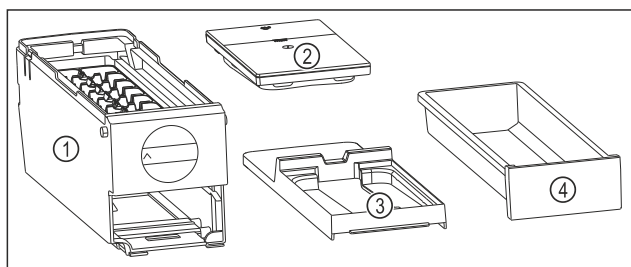

Fig. 143 Súčasti EasyTwist-Ice
- EasyTwist-Ice je rozložený na štyri časti. (pozri Fig. 143)
- Rozložte EasyTwist-Ice len na tie súčasti, ktoré sú na obrázku. (pozri Fig. 143)
- Korpus EasyTwist-Ice Fig. 143 (1) vyčistite ako celok.